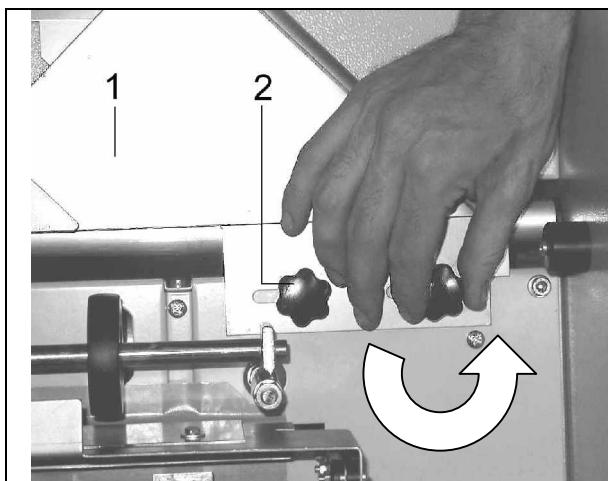

FIG.10
- настройте формовочный бокс (1-рис.10) в соответствии с шириной упаковываемого предмета: для этого следует ослабить винты (2-рис.10) и сдвигая или раздвигая элементы формовочного бокса добиться требуемой ширины.
- установите формовочный бокс таким образом, чтобы пакуемый предмет располагался по центру относительно продольного запаивающего НОЖа и затяните винты(2-рис.10).